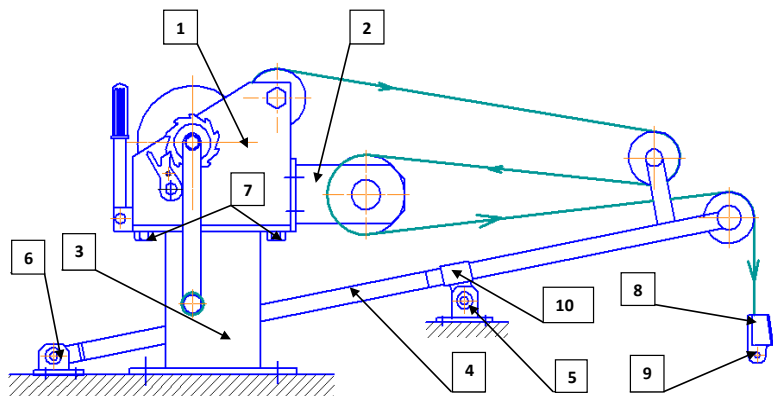

Рисунок 5.1
5.1 Лебедка (рисунок 5.1) состоит из вьюшки 1, двух стоек 3 и стрелы 4. К вьюшке крепится блок 2, на ось которого устанавливается Указатель Длины троса (УДТ). Стойки являются неподвижной основой вьюшки и крепятся к ней болтами 7. На вьюшке намотан стальной канат. Заправку каната смотри на рисунке 5.1. На конце каната закреплен карабин 8, к серьге 9 которого подвешиваются гидрологические приборы. Стрела устанавливается по месту с помощью двух опор 5, 6 и обоймы 10.
5.3 Стрела лебедки (см. рисунок 5.1) выполнена разборной и состоит из двух секций, соединяемых между собой винтами с конусообразной головкой, входящих в комплект стрелы. Для предохранения от самопроизвольного сбрасывания каната с роликов стрелы имеется откидывающаяся скоба. Ее положение фиксируется барашком.
7.2 Подвесить на серьгу карабина (см. рисунок 5.1) спускаемый гидрологический прибор. Подключить сигнальный контакт прибора к токопроводящей жиле каната лебедки. При необходимости изолировать место контакта.